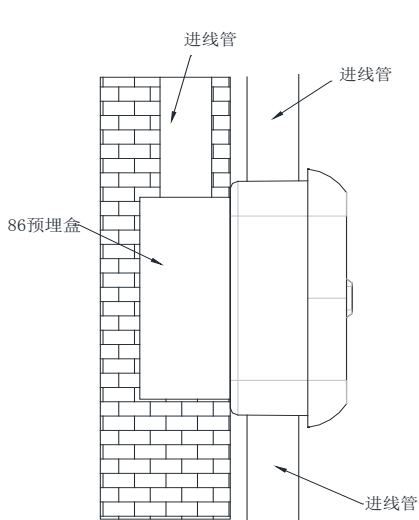
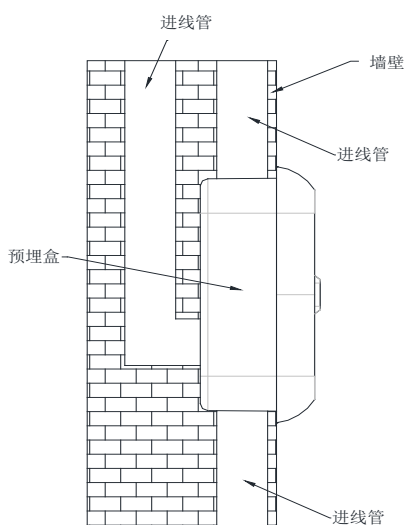

图 2-5 布线管明装示意图
图 2-6 布线管暗装示意图
③控制器可采用壁挂式明装方式或暗装方式, 如图 2-5、图 2-6 所示: